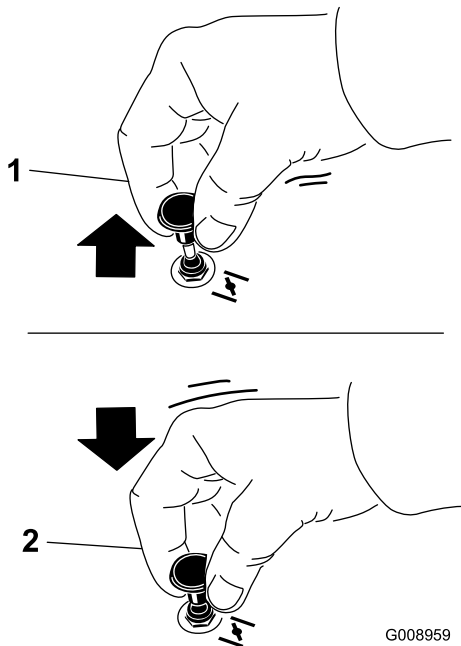

Figura 16
2. Tire hacia arriba del mando para activar el estérter antes de girar la llave del contacto (Figura 16).
3. Presione hacia abajo el control del estérter para desactivar el estérter después de que el motor arranque (Figura 16).